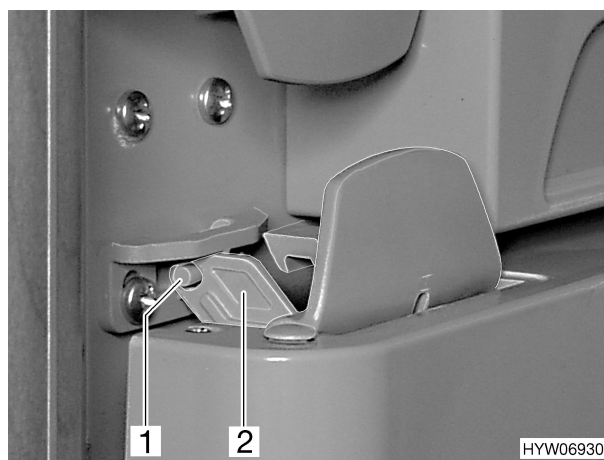

Bild 121 Kühlschranktür in Lüftungsstellung (Variante 3)
- Verriegelung (Bild 121,2) aufklappen und am Stift (Bild 121,1) einrasten. Die Kühlschranktür bleibt damit leicht geöffnet.